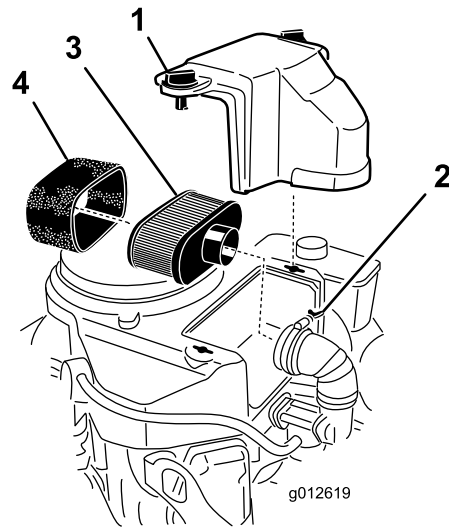

Figura 23
3. Limpie la zona alrededor del limpiador de aire para evitar que entre suciedad en el motor y cause daños (Figura 23).
4. Desenrosque los pomos de la tapa y retire la tapa del limpiador de aire (Figura 23).
5. Desenrosque la abrazadera y retire el conjunto del limpiador de aire (Figura 23).
6. Retire cuidadosamente el filtro de gomaespuma del filtro de papel (Figura 23).
Importante: No limpie el filtro de papel, cámbielo (Figura 23)
1. Deslice cuidadosamente el elemento de espuma sobre el elemento de papel del limpiador de aire (Figura 23).
- Coloque el conjunto del limpiador de aire sobre la base del limpiador de aire y fíjelo con 2 tuercas de orejeta (Figura 23).
- Coloque la cubierta del limpiador de aire y apriete el pomo de la cubierta (Figura 23).